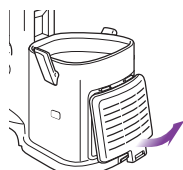

Fig. 21
- 1 Retirez le couvercle du filtre à l'avant de l'aspirateur en tirant l'onglet vers le haut et en retirant le couvercle de l'aspirateur. (Fig. 21)